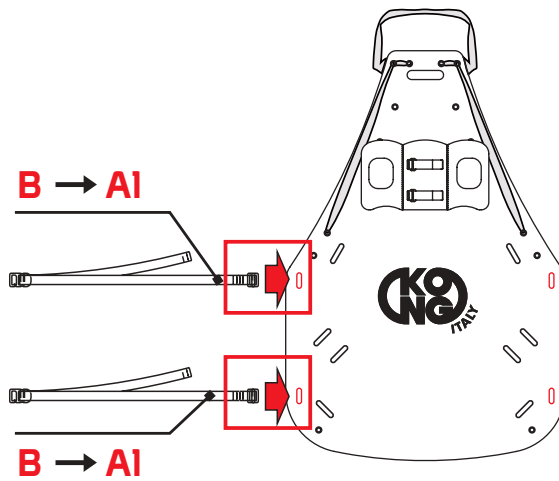

Abb. 9
- b) die Schlingen (B) in die Langlöcher A1 der Liegefläche einsetzen (Abb. 9),